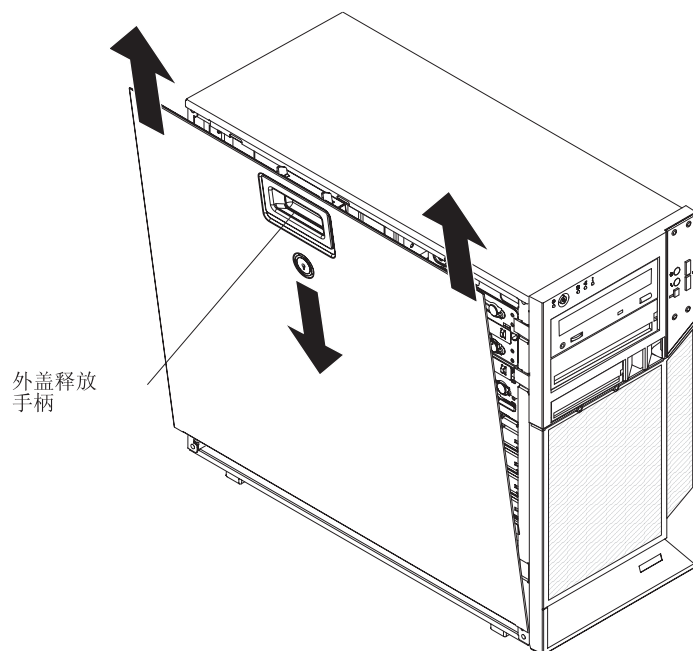

图 10. 卸下侧面外盖
5. 向下按外盖释放手柄；然后笔直向上拉起外盖。（请参阅图 10）。将侧面外盖从计算机上提起并将其放在一旁。